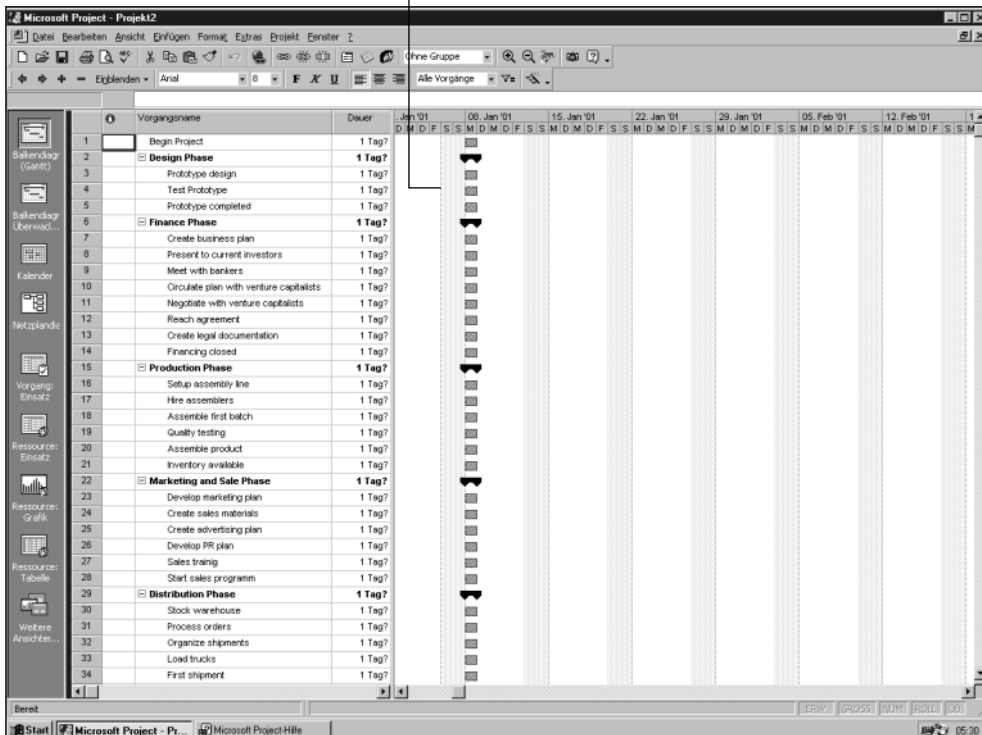

Abbildung 4.4: Vorgänge werden nur auf Arbeitstage gelegt.
- Microsoft Project beinhaltet einen eingebauten Kalender, der Arbeitstage und arbeitsfreie Tage (wie Wochenenden und Feiertage) definiert. Der Kalender definiert auch die Tageszeiten, zu denen Arbeit stattfinden kann. Die Vorgänge werden größtenteils nur zu der im Kalender definierten Arbeitszeit geplant. Im Balkendiagramm sind die arbeitsfreien Zeiten auf der Zeitskala grau hinterlegt. Wie in Abbildung 4.4 sichtbar, plant Project die Vorgänge auf den folgenden Montag, wenn der Anfangstermin des Projekts auf einen Samstag fällt, also auf den nächsten Arbeitstag. Ähnlich verhält es sich mit den Arbeitsstunden. Wenn Sie eine Tageszeit für den Start des Projekts eingegeben haben, die nicht einer Arbeitsstunde im Kalender entspricht, verlegt Project den Beginn auf die nächste folgende Arbeitsstunde. Heute werden Sie noch mehr über Arbeitszeiten erfahren.